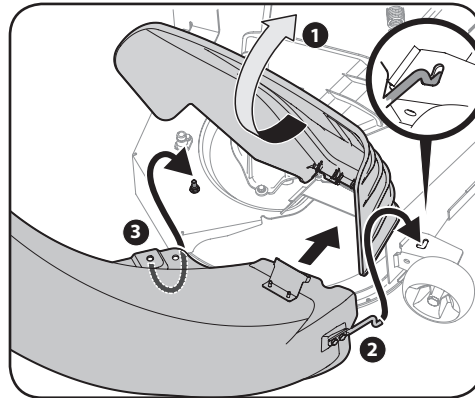

Figure 4-28
- Fixez le coude de la goulotte de descente au plateau de coupe au moyen du bouton à ailettes (720-04122) inclus dans la trousse de quincaillerie 689-01419. Consultez la Figure 4-28.